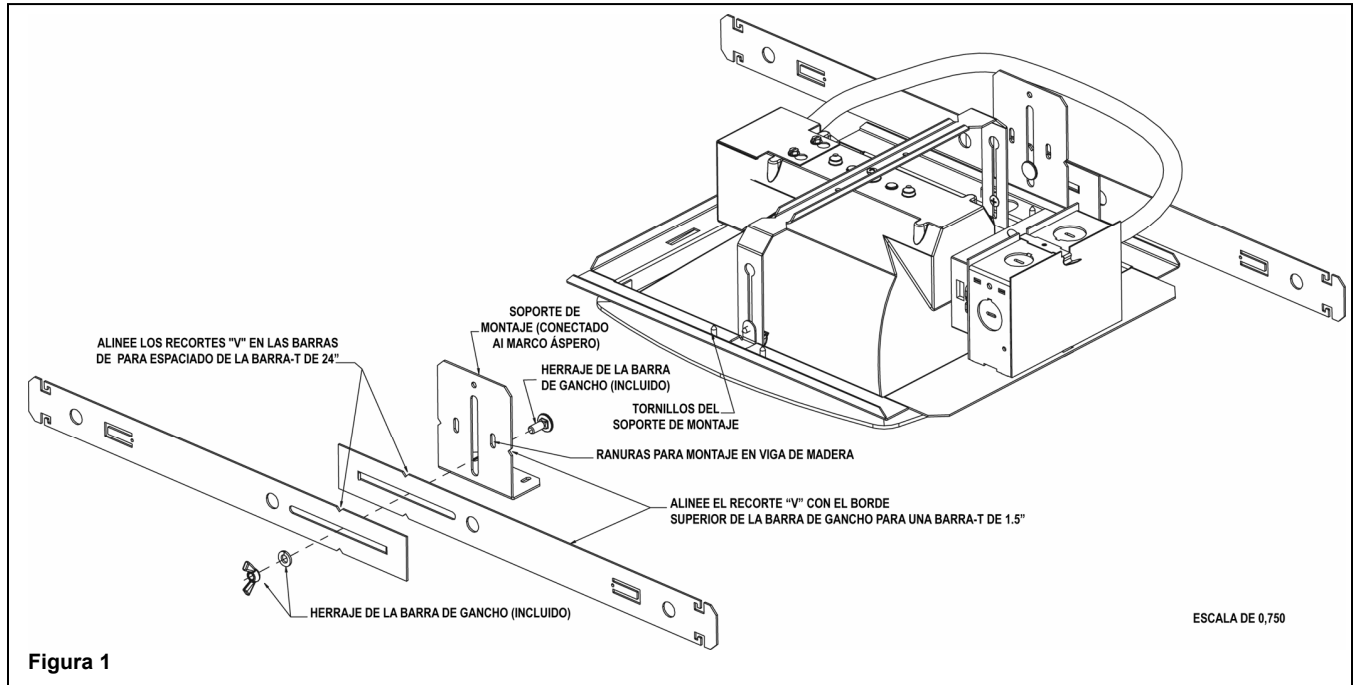

Figura 1
Instalación a Viga de Madera: Usando un destornillador de Cabeza de Phillips, suelte los (4) tornillos del soporte de montaje. Amplíe los soportes de montaje para que quepan entre las vigas. Monte bien asegurado a las vigas de madera usando clavos o tornillos para madera (no proporcionados) a través de ranuras largas de 1/2" en los soportes de montaje. Apriete de nuevo los tornillos del soporte de montaje. (Vea Figura 1).
1. Coloque (2) barras de ganchos cortas juntas de modo que las proyecciones formadas resbalen dentro de las ranuras para formar una barra de gancho larga y rígida. Alineando el "V" de los recortes en la barra de gancho pondrá un espacio para un techo de 24". Repita este ensamblaje para el lado opuesto del luminario. (Vea Figura 1.)
2. Ensamble las barras de gancho colgantes a los soportes de montaje con el herraje suministrado con la tuerca de mariposa mirando al contrario del luminario para ajuste. Alineando el borde superior de la barra de gancho colgante con el centro del recorte "V" en el soporte de montaje pondrá profundidad suficiente para encajar una barra-T de techo de 1.5" (Vea Figura 1).
3. Ajuste las barras de gancho como sean necesario y apriete las tuercas de mariposa para asegurar el espaciado. (Vea Figura 1).